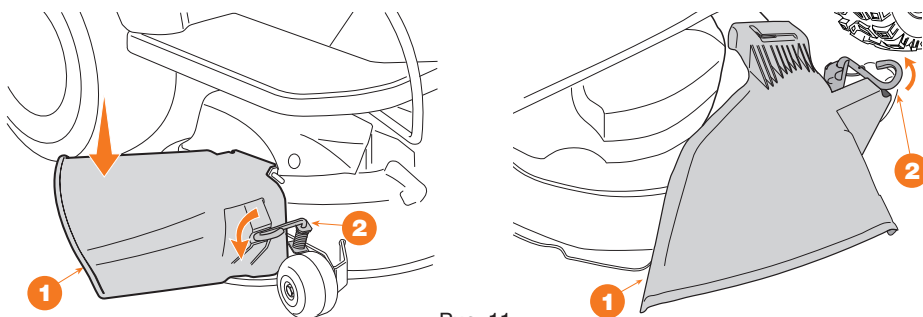

Рис. 11
- Убедитесь, что защита боковой выгрузки **1** опущена и заблокирована предохранительным рычагом **2** (Рис. 11).
Всегда проверяйте исправную работу внутренней пружины дефлектора **1** (Рис. 11) и предохранительного рычага **2** (Рис. 11), надёжно удерживая его в опущенном положении.